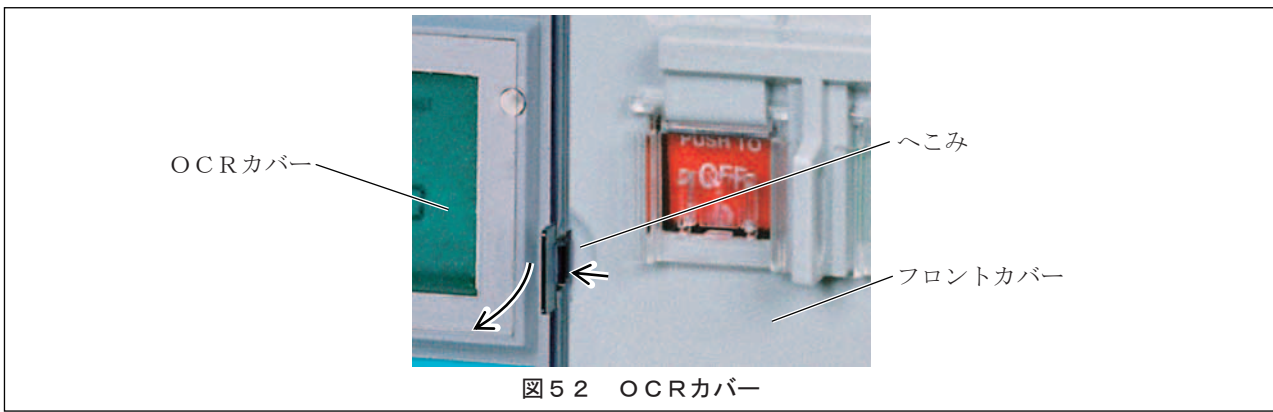

図5 2 OCRカバー
- 1) 図5 2に示すOCRカバーの右端のフロントカバーへこみに指を入れ、OCRカバーを左に押して開き止めの掛かりを外し、OCRカバーを開きます。OCRカバー施錠時は、開錠してからOCRカバーを開きます。